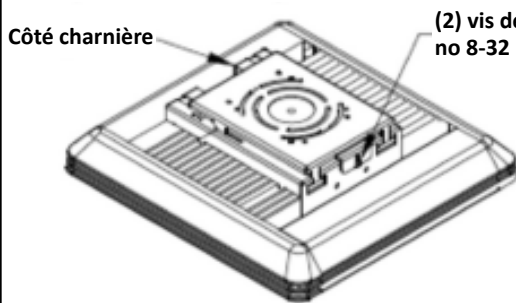
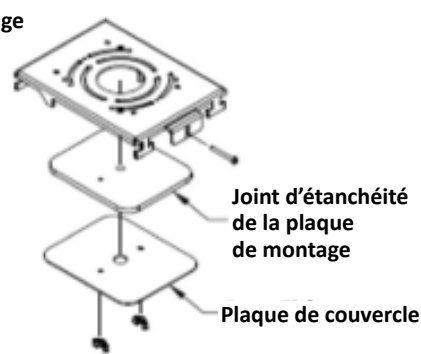

Fig. 1
Fig. 2
- Retirer la plaque de montage du luminaire en desserrant les vis de serrage no 8-32 d'environ 1 pouce. (Voir Figure 1). Glisser la plaque vers le côté de la vis de serrage et soulever pour la retirer. Retirer le joint d'étanchéité et la plaque de couvercle de la plaque de montage en dévissant les 2 écrous à ailettes. Voir Figure 2.